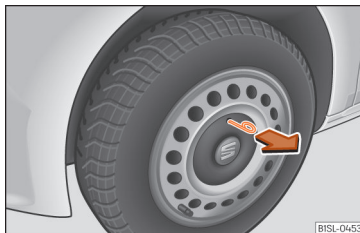

Abb. 51 Radmittenblende an der Stahlfelge abziehen.
- Zur Demontage den Drahthaken aus dem Bordwerkzeug an der Kante der Radzierkappe einhängen » » » **Abb. 51**.